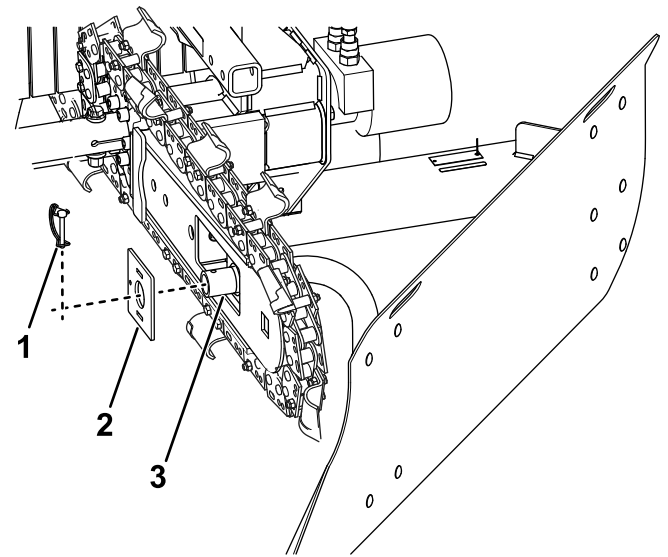

Figura 4
3. Retire la placa de montaje y el pasador de enganche del soporte de montaje delantero (Figura 4).
5. Deslice la placa de montaje hasta el soporte de montaje delantero y asegúrela con el pasador de enganche amarrado (Figura 4).